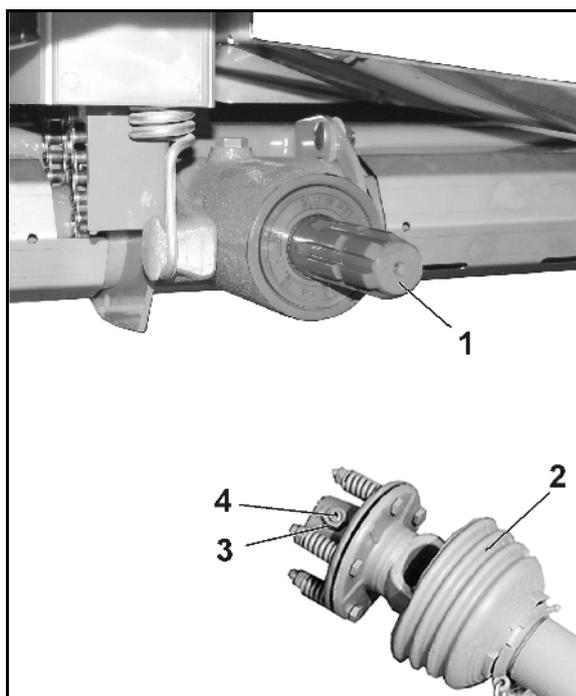

Fig. 85
1. Schutztrichter (Fig. 85/2) lösen und nach hinten abziehen.
2. Kontermutter (Fig. 85/3) in Anschlussgabel von Reibkupplung lösen (bis der Gewindestift nicht mehr nach außen über die Kontermutter hinausragt), Innensechskantgewindestift (Fig. 85/4) herausdrehen.
3. Die Anschlussgabel mit einem Flachstab von der Getriebeeingangswelle (Fig. 85/1) treiben.